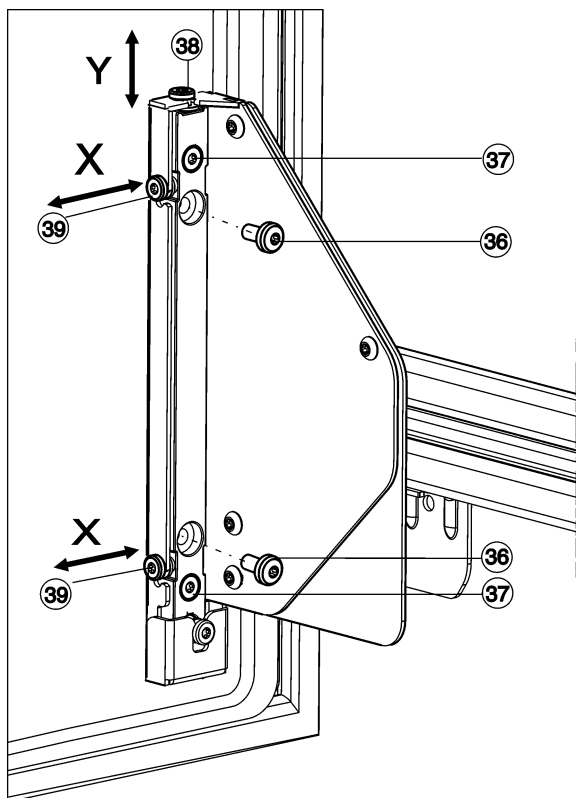

Fig. 27
- ▶ Dévisser entièrement les vis Fig. 27 (36).
- ▷ Les vis Fig. 27 (36) ne sont plus nécessaires, vous pouvez vous en débarrasser.
- ▶ Dévisser les vis Fig. 27 (37) d'1 à 2 tours.
- ▶ Tourner la vis d'ajustement (38). Dans le sens des aiguilles d'une montre : la porte bouge de max. 4 mm vers le haut. Dans le sens contraire des aiguilles d'une montre : la porte bouge de max. 2 mm vers le bas.
- ▶ Revisser toutes les vis Fig. 27 (37) à fond.
- ▶ Si les vis Fig. 27 (36) sont encore existantes, les dévisser entièrement.
- ▶ Ajuster les vis d'ajustement Fig. 27 (39) selon la direction d'ajustement latérale souhaitée.
- ▶ Revisser les vis Fig. 27 (37) à fond après avoir effectué l'ajustement latéral.